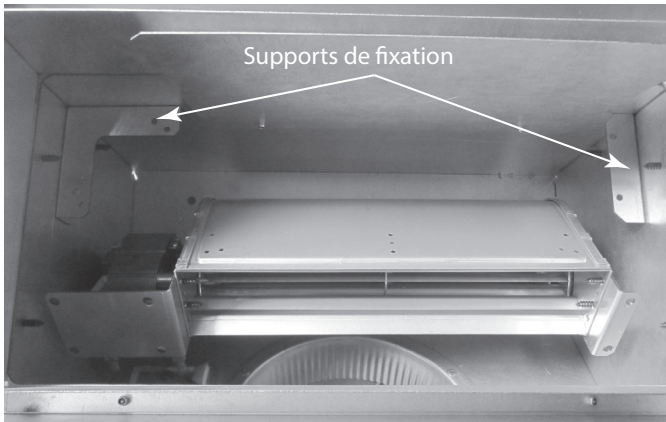

Figure 3.30
- Inclinez le ventilateur vers l'avant pour dégager les supports de fixation, puis soulevez le ventilateur sur les brides. Voir la figure 3.30.